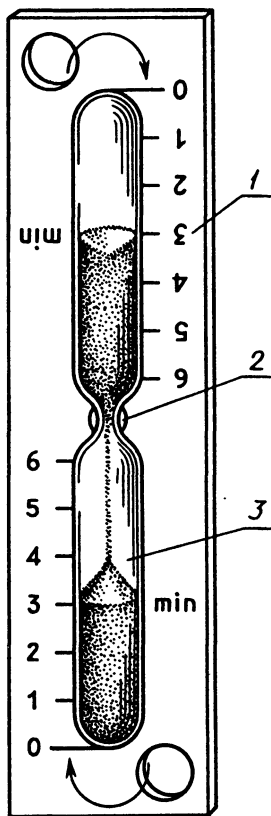

Рис. 7.5
Найдется немало людей, умеющих оценивать время дня по расположению Солнца. Ну, а как быть в пасмурную погоду, ночью? Более совершенными часами стали песочные, водяные, огненные. Если водяные и огненные часы можно увидеть только в исторических музеях, то песочные не сходят со сцены и в наши дни. Все мы знаем медицинские песочные часы, которыми меряют время процедуры — пользуясь этими часами ставят банки и горчичники, принимают процедуры в поликлиниках и больницах — ванны, электрофорез и т.п. На рис. 7.5 даны кухонные песочные часы рассчитанные на 6 мин. Они крепятся к дверце кухонного шкафа с помощью оси (2), поэтому деревянное основание (1) может поворачиваться и менять положение колбы с песком (3). Недостаток этих часов — они не подают сигнала нерадивой домохозяйке. Поэтому неременной принадлежностью современной кухни является таймер — своеобразный будильник.